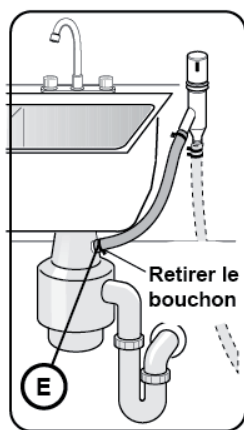

Figure 13
4. Sur le raccordement de vidange de lave-vaisselle d'un broyeur via un dispositif de coupure anti-retour, comme l'indique la Figure 13.